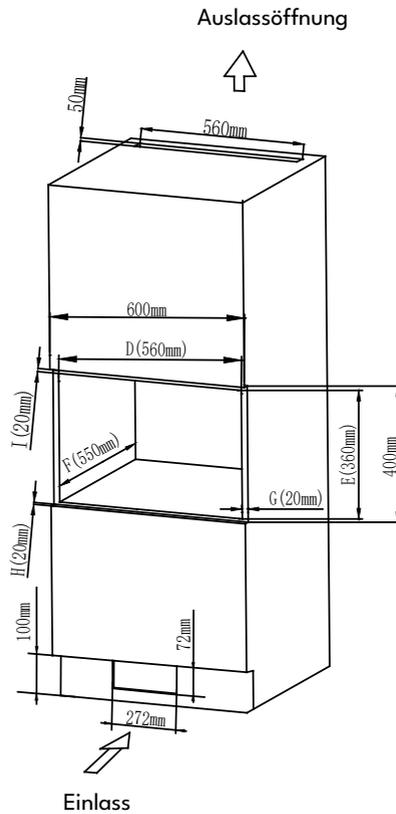

Abb. 5
Öffnungsgröße: (D)560±2 x (E)360±2 x (F)550±2 (mm) wie in Abb. 5 „D“, „E“, „F“ gezeigt.